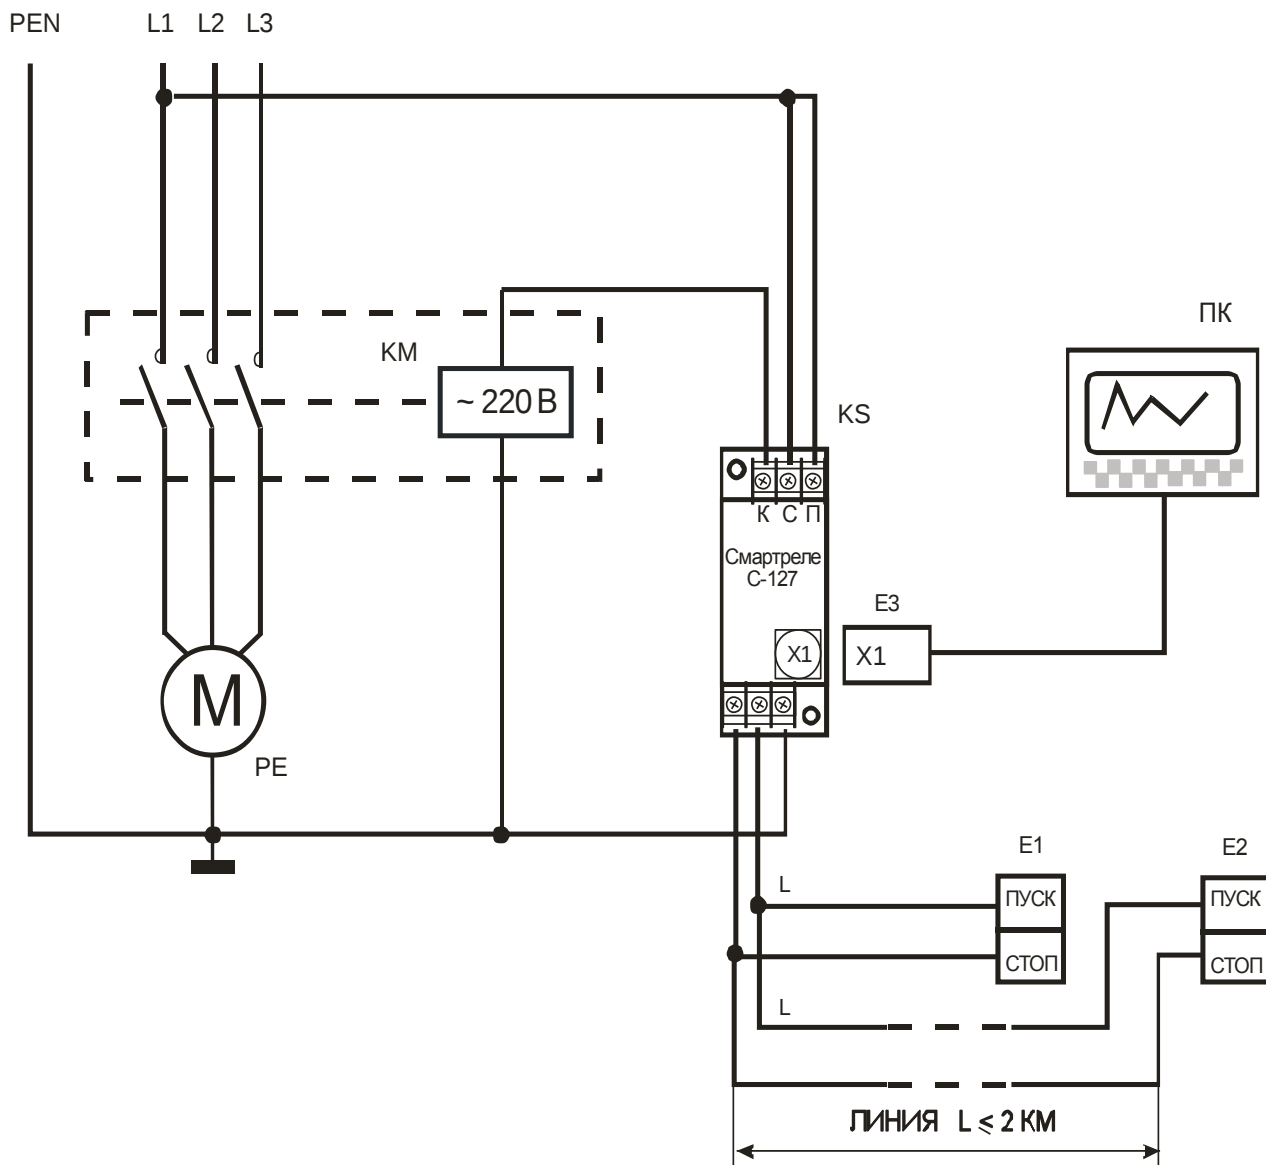

Рисунок 2 - Схема бесконтактного аппарата управления
5.3 Для управления пускателем (включение/отключение) в ручном режиме оператором предусмотрено подключение к контроллеру одного или нескольких кнопочных сигнальных постов (Е1, Е2 — Рис. 2).
Пост кнопочный сигнальный (рис.2) представляет собой электронный командный аппарат, формирующий при нажатии его кнопок «ПУСК» или «СТОП» аналоговые команды, поступающие в контроллер по двухпроводной сигнальной линии L.
7.2. Подключение контроллера производится в соответствии со схемами рис.2, рис. 3.